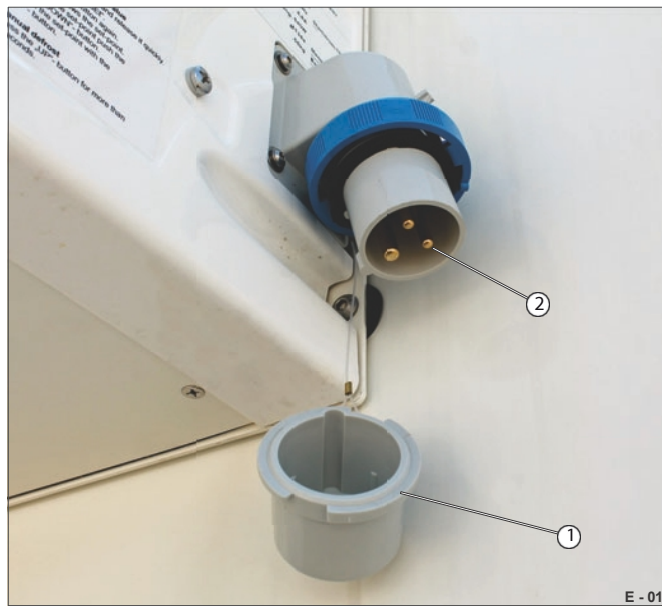

Fig. 12 Nettilslutning åben
- Kontrollér, at kontakterne (fig. 12/2) ikke er beskadigede/våde - rengør dem om nødvendigt.
- Hætten (fig. 12/1) hænger godt fast.